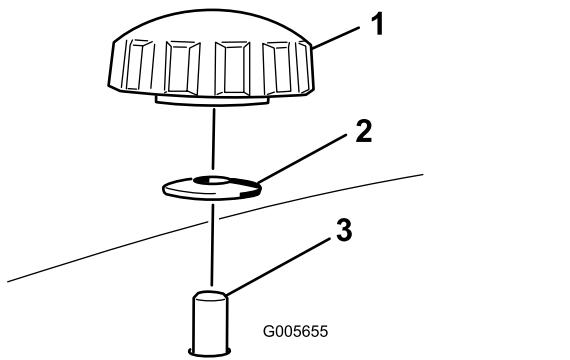
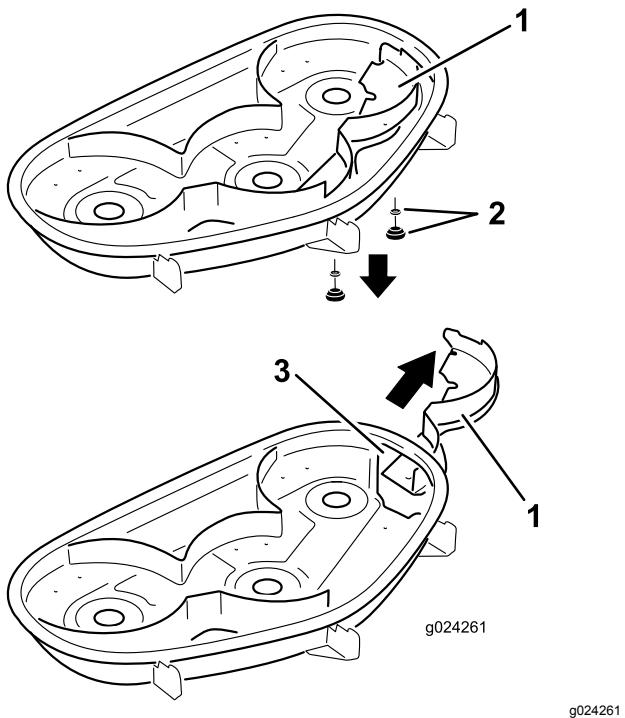

Figure 26
Figure 27
4. Retirez les 2 boutons et rondelles bombées qui fixent le déflecteur droit au plateau de coupe (Figure 26).
- 5. Retirez le déflecteur droit et abaissez le déflecteur d'herbe sur l'ouverture d'éjection (Figure 26 et Figure 27).
5. Insérez le déflecteur droit sous le plateau de coupe et fixez-le en place avec 2 boutons et les rondelles bombées (face concave vers le plateau de coupe) comme montré à la Figure 26 et la Figure 27.